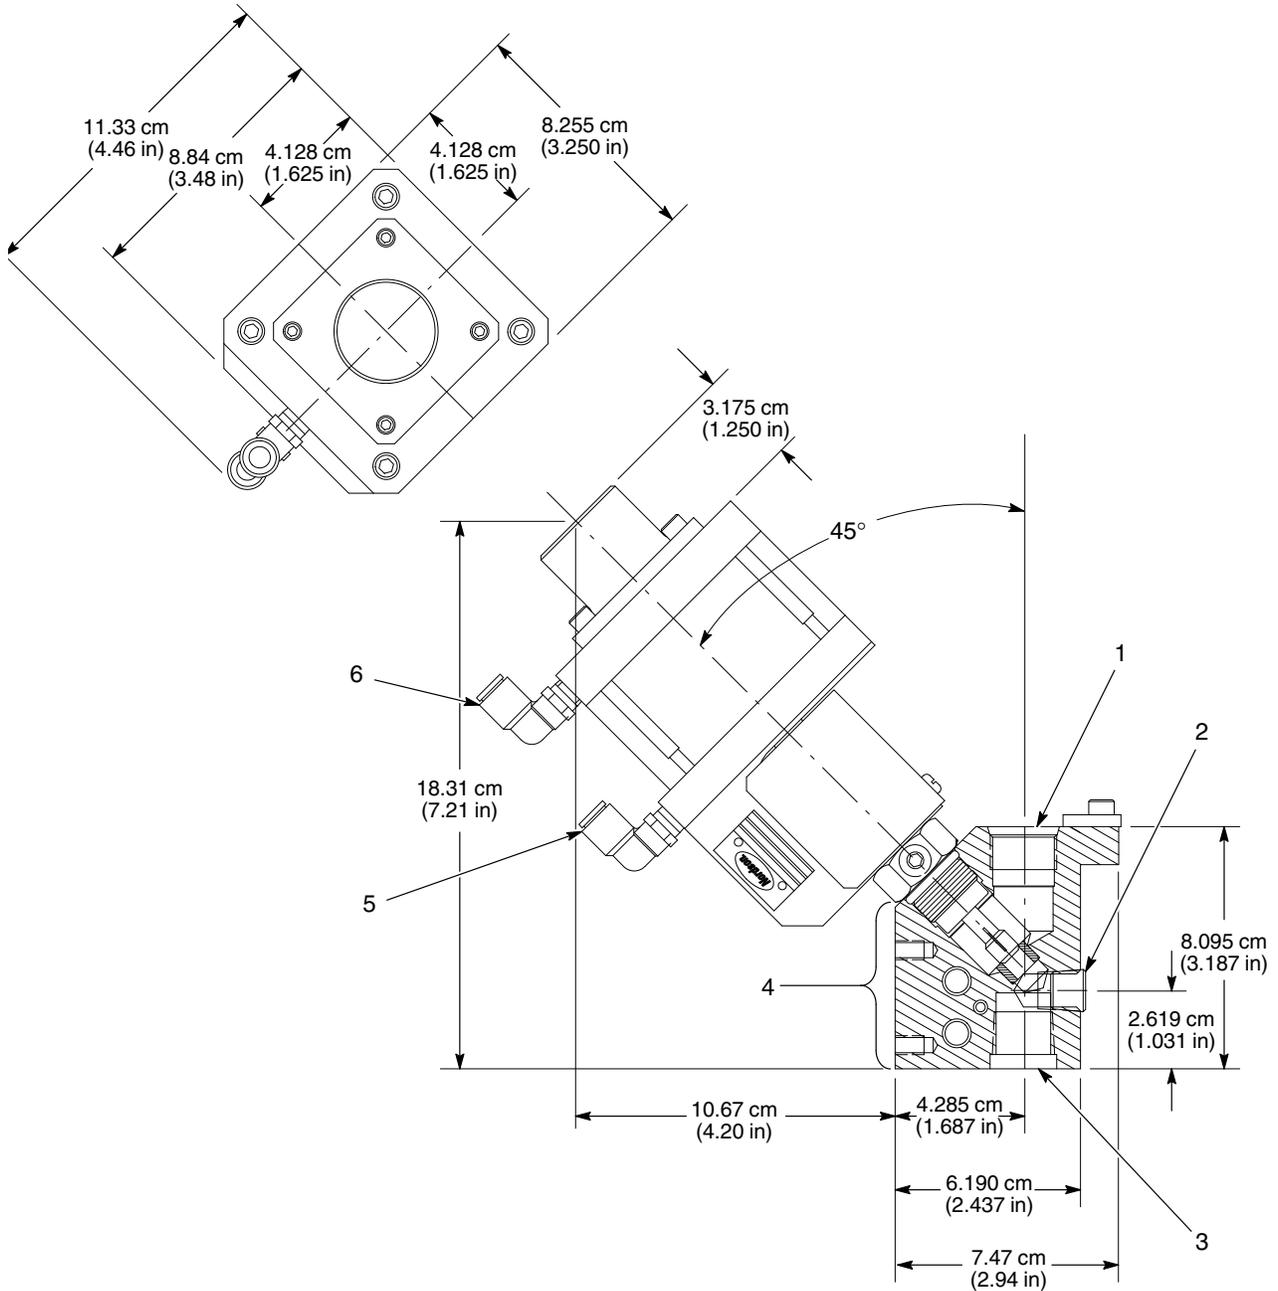
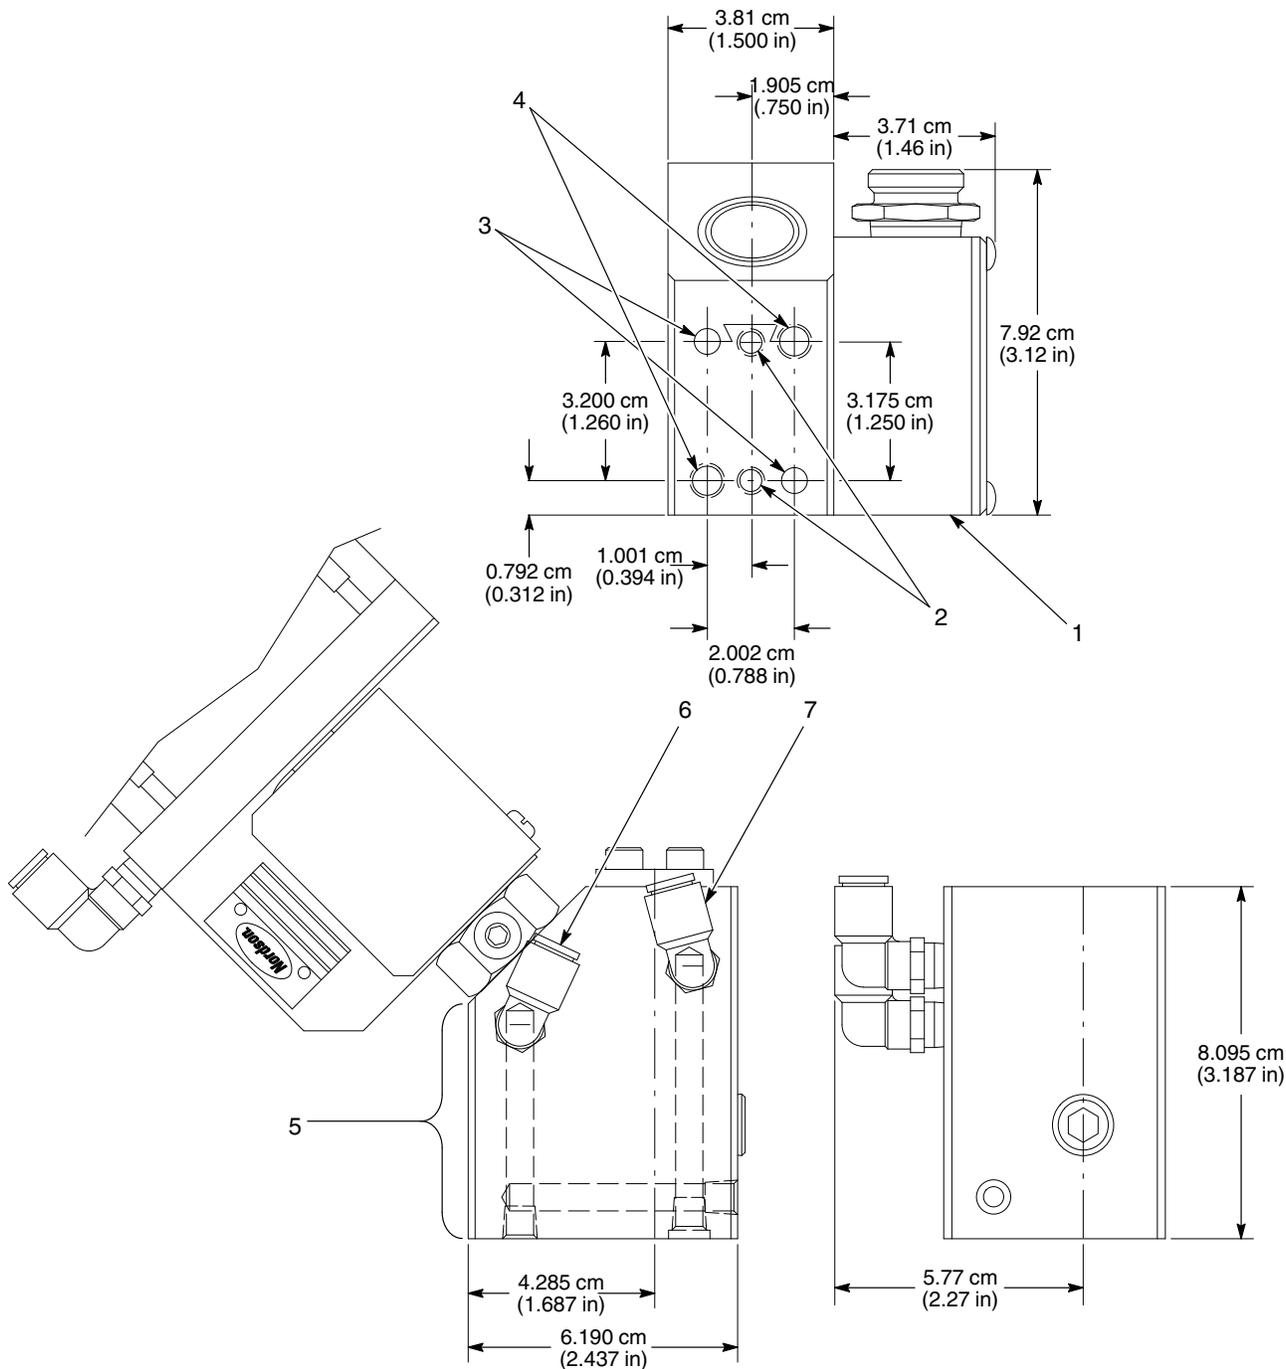
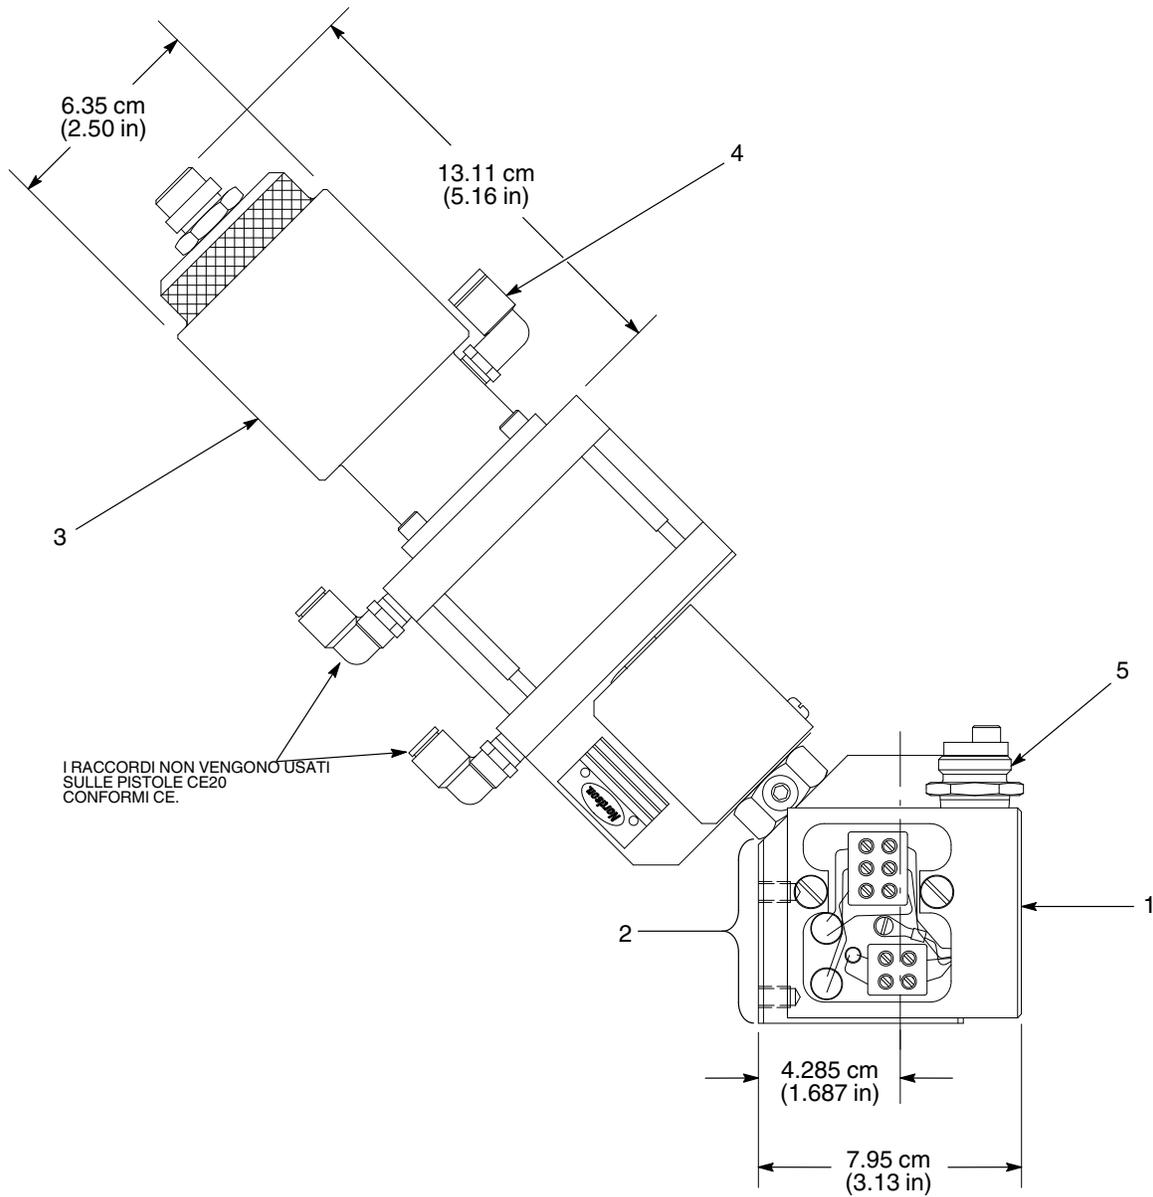

Figura 3 Tipiche dimensioni della pistola CE20 (pistola non riscaldata e visione dall'alto)
Figura 4 Pistola CE20 a temperatura condizionata e dimensioni della superficie di montaggio
Figura 5 Tipiche dimensioni della pistola CE20 riscaldata con opzione gruppo di chiusura a molla
Per le dimensioni di montaggio specifiche del proprio modello di pistola CE20 vedi le figure da 3 a 5. La figura 3 mostra le dimensioni di montaggio della pistola non riscaldata e la tipica visione dall'alto di una pistola. La figura 4 mostra le dimensioni di montaggio di una pistola a temperatura condizionata e le dimensioni della superficie di montaggio tipica di tutte le pistole. La figura 5 mostra le dimensioni di montaggio della pistola riscaldata e il gruppo di chiusura con molla opzionale.
Vedi figura 4. Il montaggio della pistola su un braccio di robot richiede l'uso di un attrezzo per l'estremità del braccio, fornito dal cliente, specificamente costruito per quest'applicazione. Le pistole CE20 hanno una superficie di montaggio (5) che consente diversi montaggi opzionali: con punte da $1/4$ in. (3), bulloni di montaggio da $1/4$ -20 (2) o bulloni di montaggio M8 x 1,25 (4).
1. Vedi figura 3. Collegare un condotto dell'aria dall'elettrovalvola pistola chiusa al gomito sul foro aria pistola chiusa (6).
2. Collegare un condotto dell'aria dall'elettrovalvola pistola aperta al gomito sul foro aria pistola aperta (5).
3. Vedi figura 5. Se la pistola è equipaggiata con un gruppo di chiusura a molla opzionale, collegare un condotto dell'aria al foro di entrata aria del gruppo di chiusura a molla (4).
Vedi figura 4. Per montare i condotti di alimentazione per il condizionamento temperatura collegare un tubo di refrigerante al foro d'entrata del condizionamento temperatura (6) ed un altro tubo al foro di uscita del condizionamento temperatura (7).